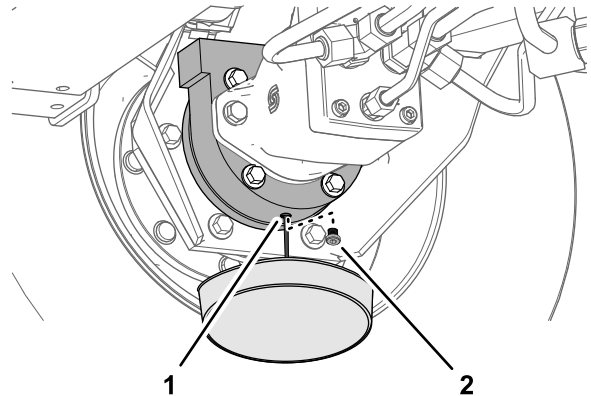

Figure 68
6. Placez un bac de vidange sous le carter de frein et enlevez le bouchon de vidange pour permettre la vidange complète de l'huile (Figure 68).